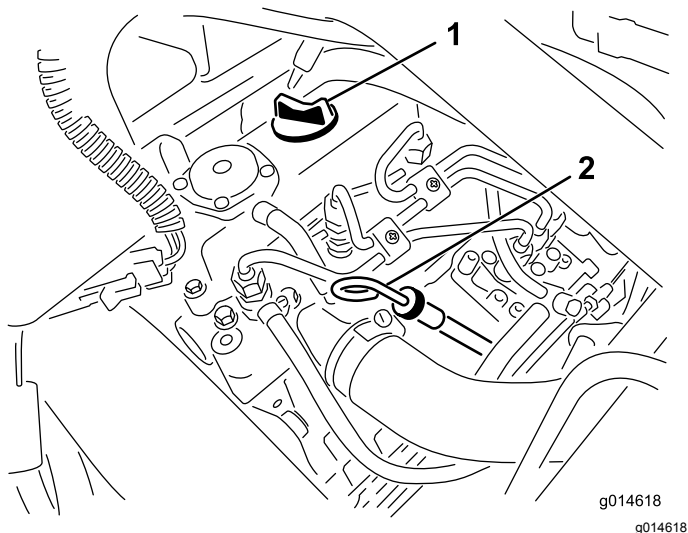

Figure 25
2. Retirez la jauge et essuyez-la sur un chiffon propre (Figure 25).